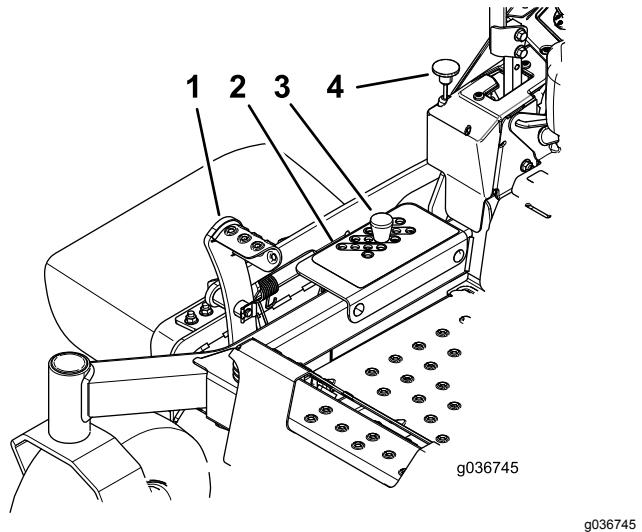

Figura 30
- Pise el pedal de elevación de la carcasa y eleve la carcasa de corte a la posición de TRANSPORTE (que es también la posición de altura de corte de 127 mm) según se muestra en **Figura 30**.
- Para ajustar la altura de corte, retire el pasador del soporte de altura de corte (**Figura 30**).
- Seleccione el taladro del soporte de altura de corte que corresponde a la altura de corte deseada, e inserte el pasador (**Figura 30**).